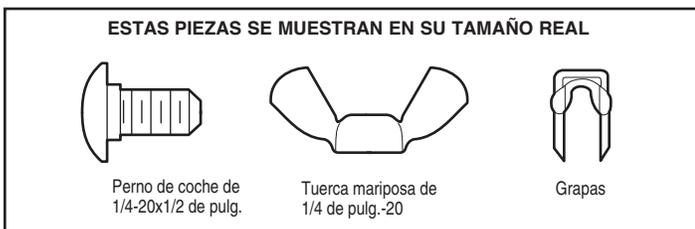

Figura 1 MONTAJE DE GUÍA DE PUERTA (LADO DERECHO)
- Inserte los brazos curvos sobre el borde redondeado de cada guía, orientados hacia el lado de la puerta. Encastre la pieza sobre el costado de la guía. Debería quedar montado bien a ras del perfil de guía, con la pestaña contra el borde trasero de la guía, tal como se muestra en la Figura 1.